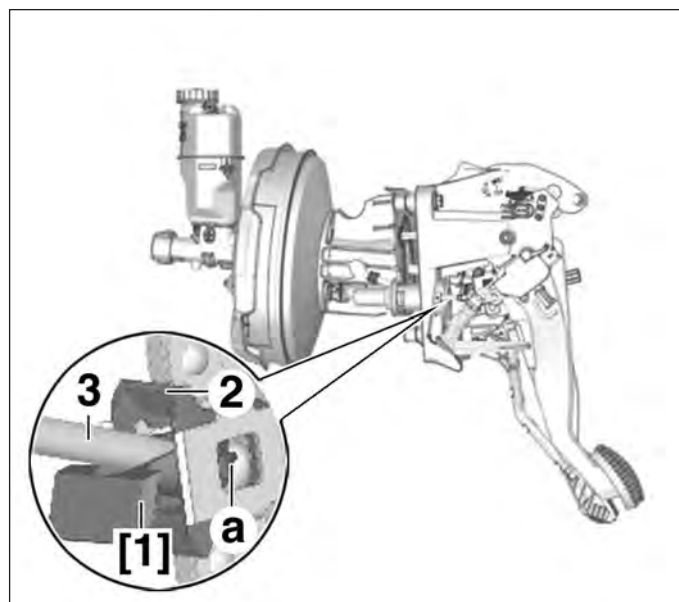

FIG.24
- Positionner l'outil [1] dans l'agrafe (2) de la tige de commande (3) de la pédale de frein (Fig.24).